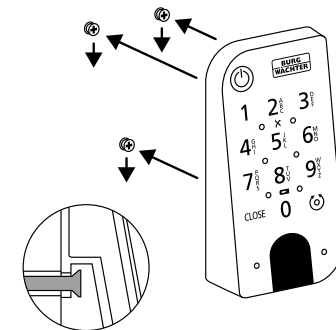

Abb. 4
④ Setzen Sie die Tastatur auf die Schraubenköpfe wie in der Abbildung dargestellt (Abb. 4).